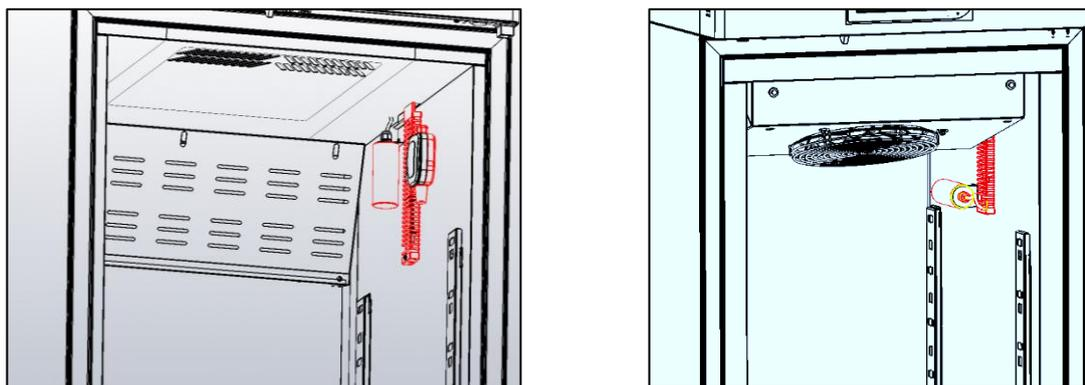

Figura 13– posizione sonde
- ✓ Non posizionare materiale a contatto o in prossimità delle sonde di temperatura (figura 13).